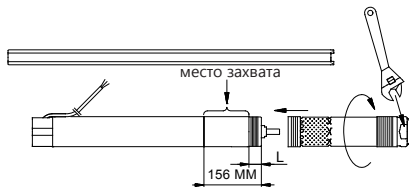

Рис. 13 Затяжка насоса
1. Установите электродвигатель в тиски в горизонтальном положении и зажмите его в области, обозначенной на рис.13.
Для сборки можно использовать лыски на корпусе насоса, специально предназначенные для захватывания его в этом месте гаечным ключом. См. рис. 13.